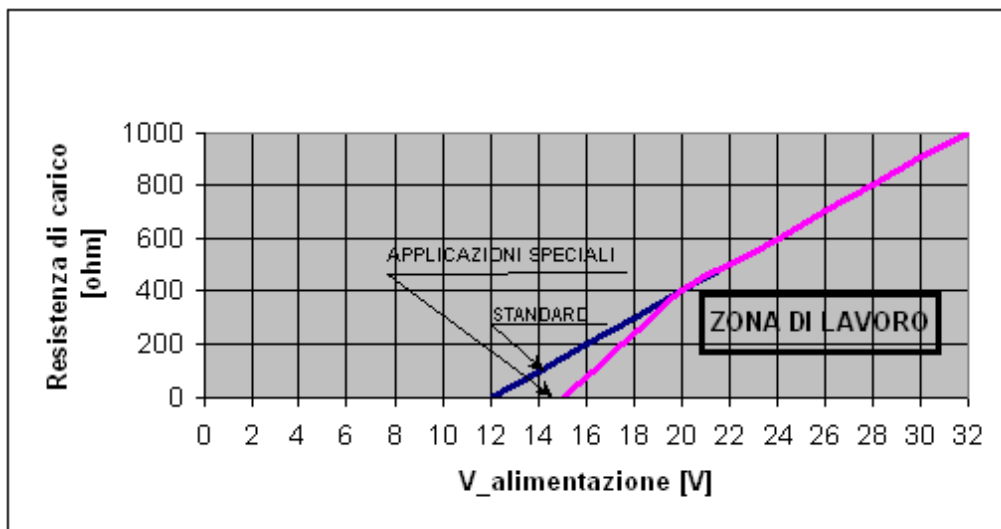

Fig.2
- alimentazione standard : $12 \div 30\text{V d.c.}$ in funzione alla resistenza di carico (vedere Fig. 2)
- alimentazione applicazioni speciali : $15 \div 30\text{V d.c.}$ in funzione alla resistenza di carico (vedere Fig. 2)
- uscita $4 \div 20\text{ mA}$ su R_{max} in funzione alla tensione di alimentazione (vedere Fig. 2)
- **Se il led lampeggia: o l'alimentazione è troppo bassa o la resistenza di carico è troppo alta (vedi Fig. 2).**